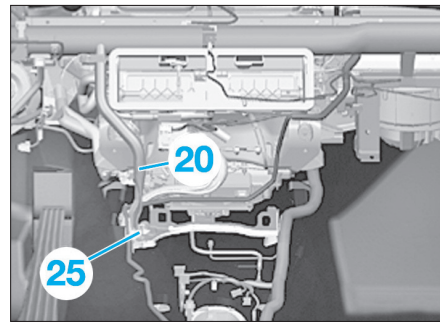

Fig. 25
- Déposer les vis (26) du support (27) sur le tube-support (20) (Fig.25).